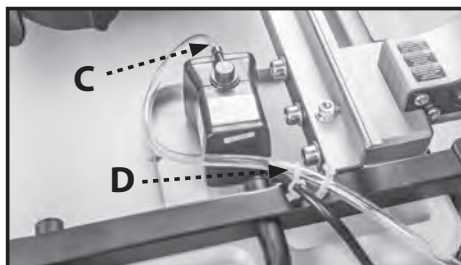

FIGURE 12
2. Fixez l'extrémité libre du tuyau d'eau dans le raccord de sortie (C, fig. 12) de la pompe submersible (7).
3. Placez la pompe dans la partie inférieure du plateau de collecte d'eau (1)
- à l'intérieur de la zone de confinement, comme indiqué sur la figure 12
4. Fixez le mou dans le tuyau d'eau et le cordon d'alimentation de la pompe à l'outil en utilisant les attaches fournies (D, fig. 12).